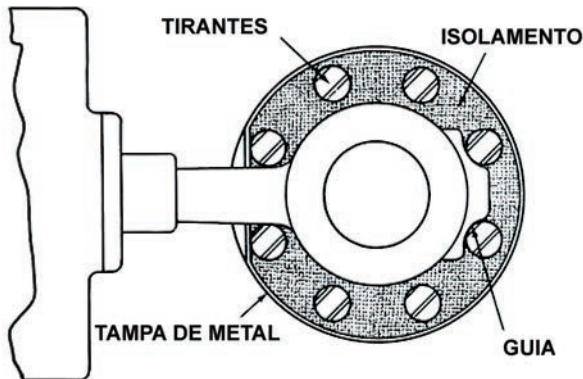

Figura 2
5. Quando for necessário o isolamento do corpo da válvula, não isole o castelo da válvula. A Figura 2 mostra um método recomendado para isolamento.